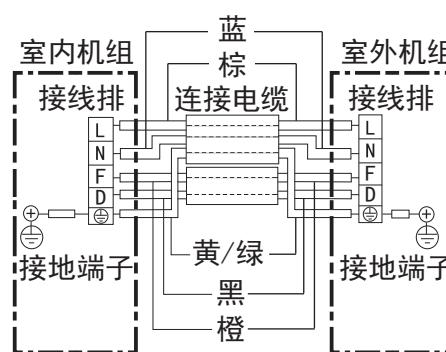

图13
(1) 用附件⑧及⑩连接电缆按接线图13要求正确地连接室内外机组，绝对不可连接错误。
(2) 连接电缆必须用室内外机组上的连接线压板压紧。
- 接地线必须根据图13所示用连接电缆中黄/绿色导线接至带有“ $\ominus$ ”标记的接线端子上。